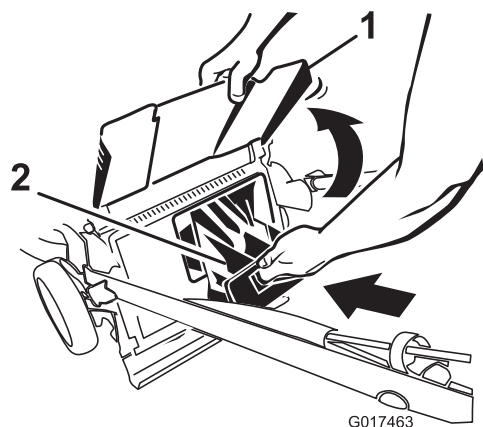

Figura 26
4. Instale el tapón de descarga trasera (Figura 26).